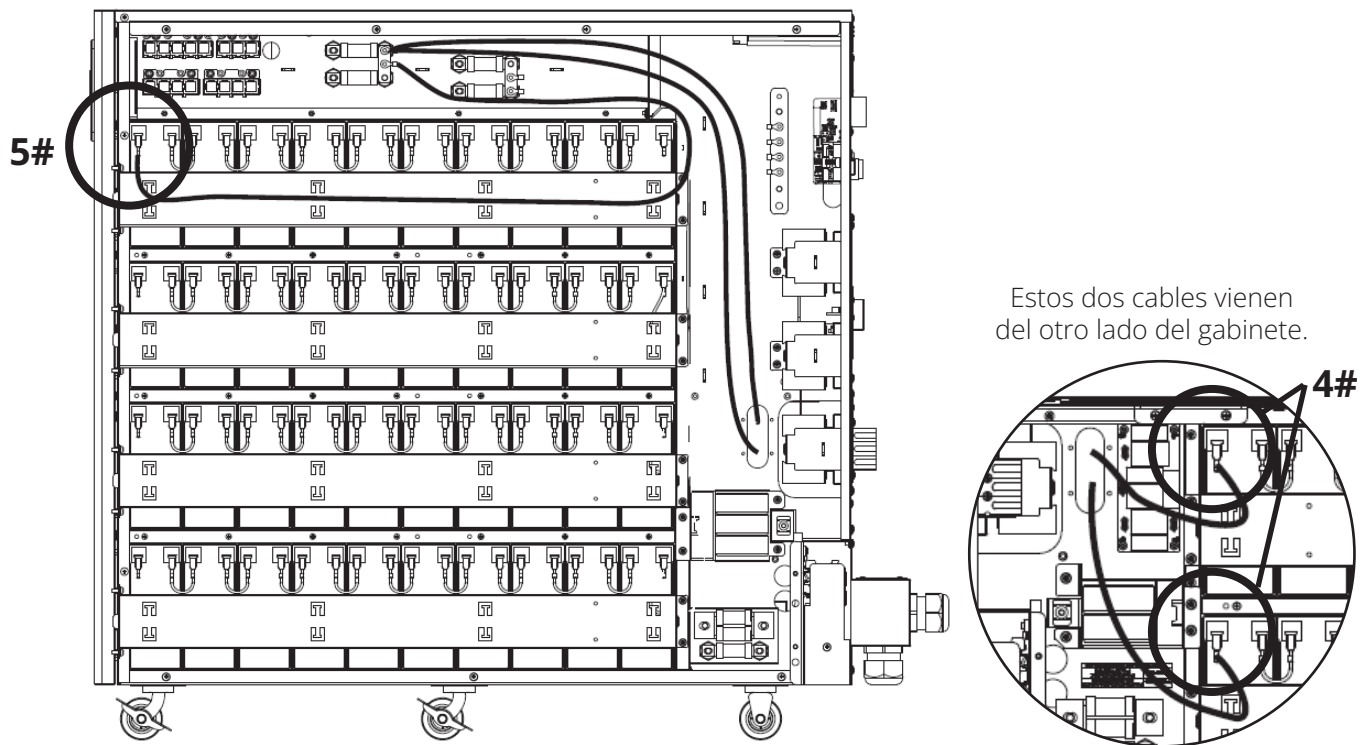

Figura 3-17: Conecte los Módulos de Baterías al Fusible Negativo.
12. Conecte las terminales negativas de los tres módulos de baterías al fusible negativo (Figura 3-17).